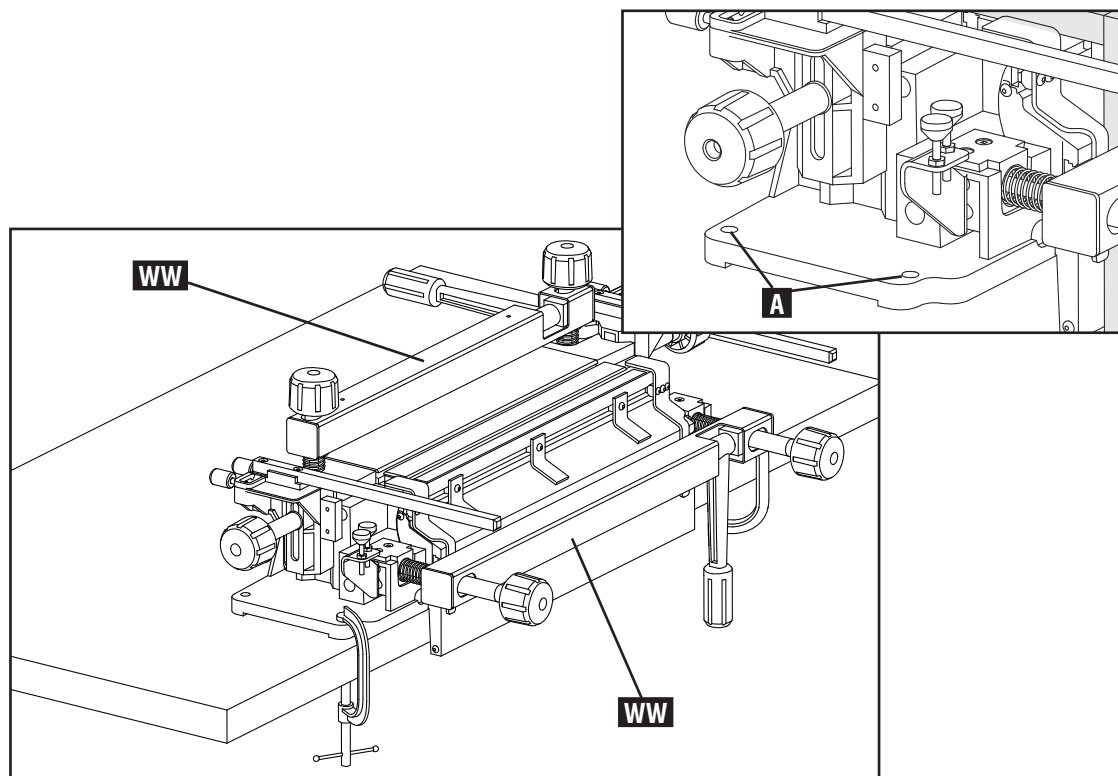

Fig. C1
La base de la OMNIJIG® está diseñada para que pueda sujetarse en el borde de un banco de trabajo firme (como se muestra en la Fig. C1) o atornillarse a la mesa a través de los orificios (A) Fig. C1 que incluye la base. La OMNIJIG® debe fijarse mediante uno de estos métodos de montaje, en todo momento.
NOTA: Cuando transporte la horma, tómelala de las barras de montaje de la pieza de trabajo (WW) Fig. C1 para tener mejor agarre.